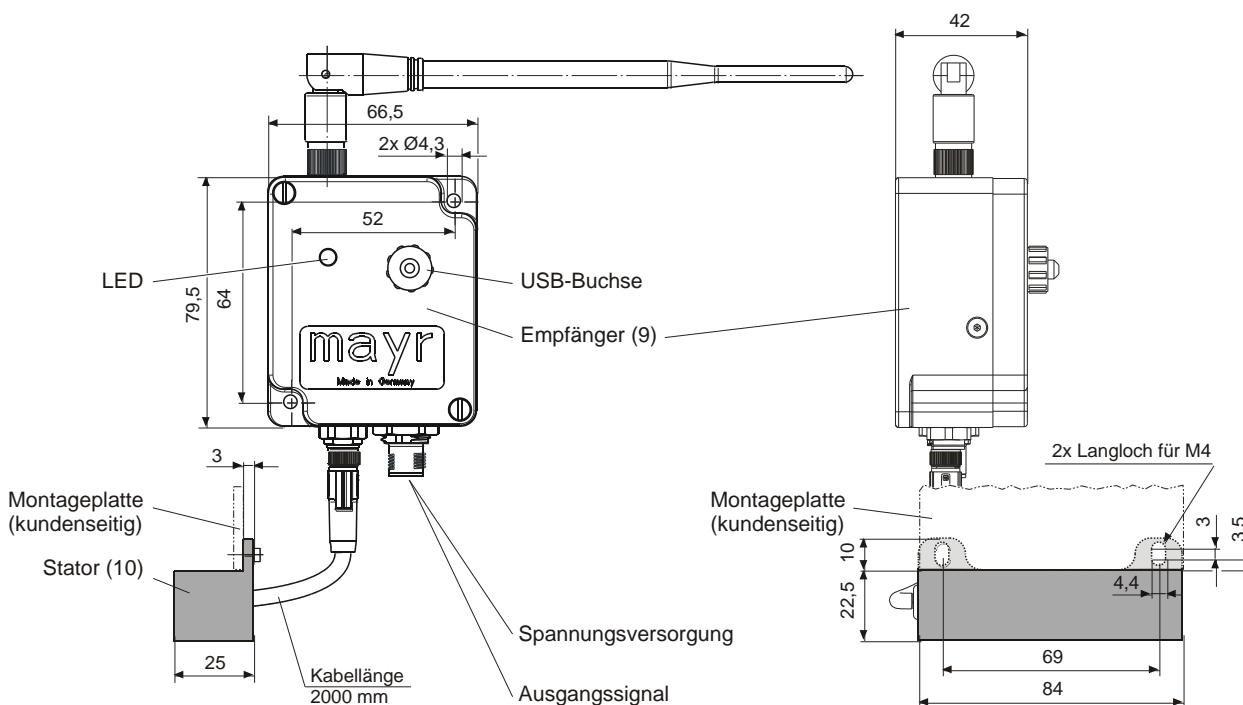

Bild 8
Die Montageplatte zur Fixierung des ROBA®-DSM Stators (10) ist vom Anwender anzufertigen; Lochbildmaße Bild 8.
Der ROBA®-DSM Empfänger (9) ist im Umkreis von 1 m zum Dehnungsaufnehmer (4) zu platzieren; Lochbildmaße Bild 8.